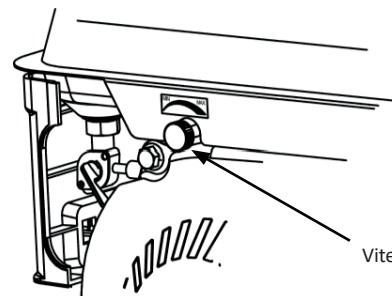

Fig. 6
**Vite di controllo della velocità (Fig. 6)**